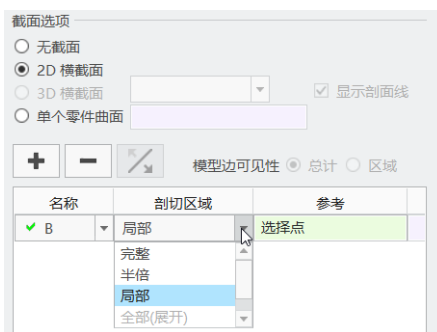

图 12-49 设置剖切区域选项
- 7 在“剖切区域”下拉列表框中选择“局部”选项, 如图 12-49 所示。